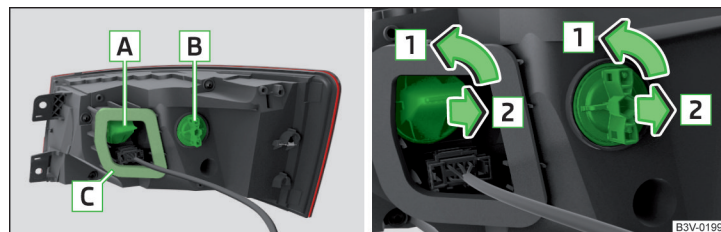

Fig. 275 Blocul optic spate/inlocuirea becului cu incandescentă
- La montare, garnitura **C** » fig. 275 la pagina 253 trebuie să fie așezată corect. Dacă aceasta nu este dispusă corect, ar putea intra apă în lampă - Pericol de deteriorare a lămpii.
- Rotiți soțul, împreună cu becul cu incandescentă **A**, respectiv **B** » fig. 275 în sensul săgeții **1**